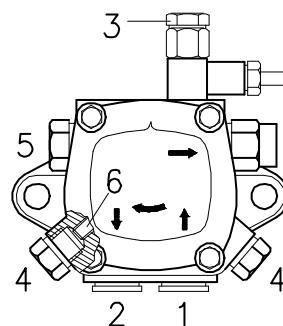

Fig. 21
## 7.3 Bomba (Fig. 21)
- A fin de que la bomba pueda autocebarse, es indispensable aflojar el tornillo 3) (Fig. 21) de la bomba para purgar el aire que pueda haber en el tubo de aspiración.
Para variar la presión de la bomba, usar el tornillo 5) (Fig. 21 pág. 20)